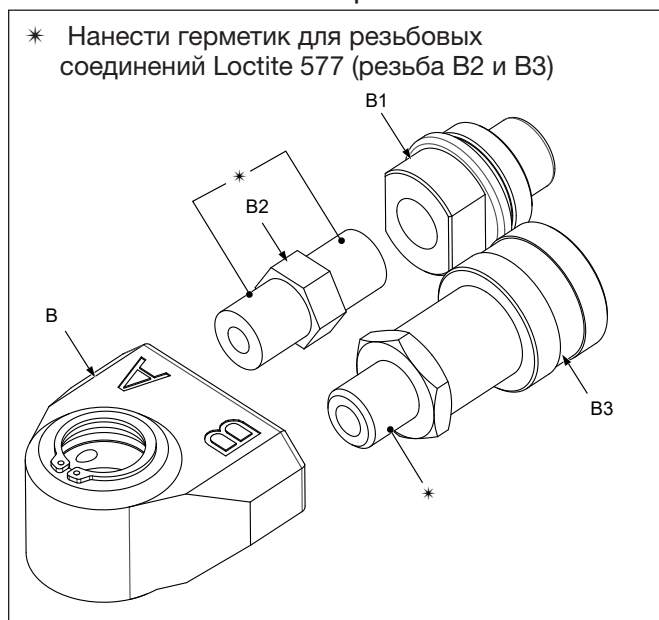

Рисунок 12: Изображение узла вертлюжного соединения в разобранном виде
1. Нанесите герметик Loctite 577 на резьбу муфты (B3) и переходника (B2). Расположения см. на рис. 12.